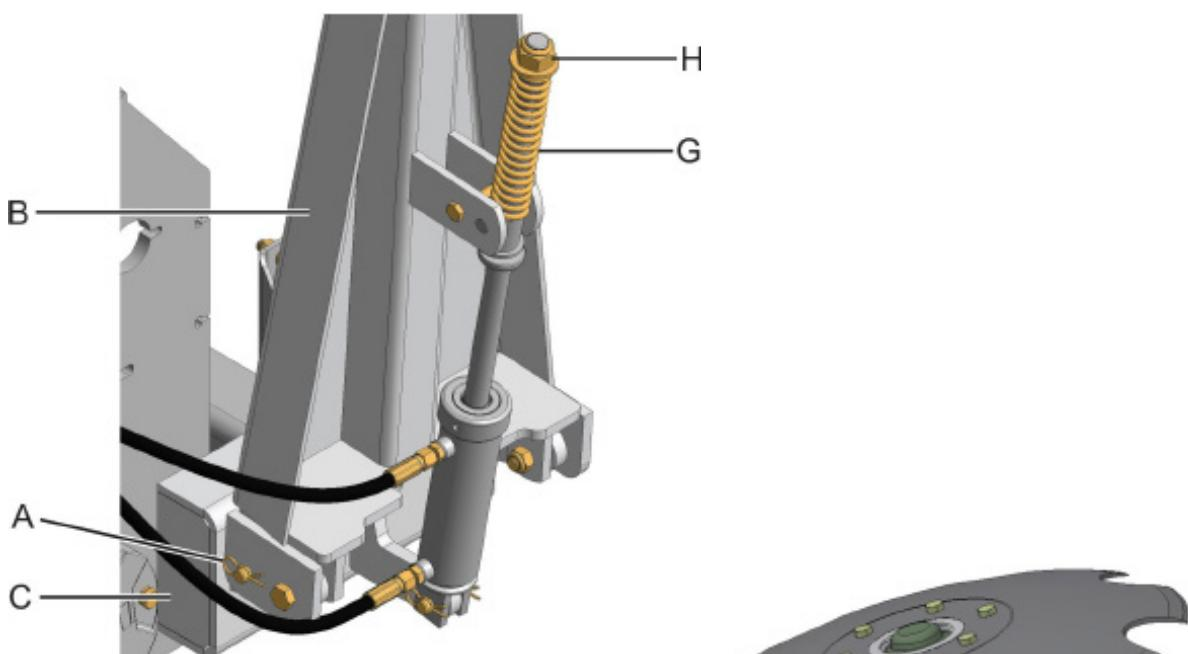

fig. 31
Ao iniciar a operação de plantio, desbloqueie o pino trava (A) (fig. 31), do marcador (B), liberando do suporte (C).
Este tipo de marcador de linha consiste de um sistema de mola copiadora (G) (fig. 31), possuindo regulagem de pressão através da porca (H), assim permitindo uma leitura uniforme e de fácil regulagem nos mais variados tipos de solo.